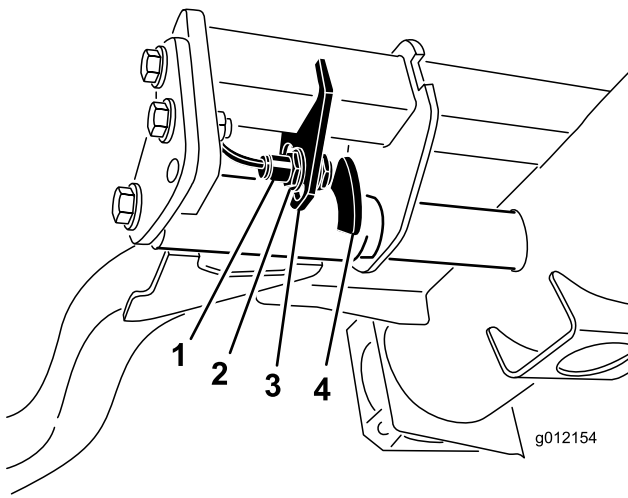

Bild 54
2. Der Hubarmschalter befindet sich unter dem Hydraulikbehälter hinter dem rechten vorderen Hubarm (Bild 54).
3. Lösen Sie die Befestigungsschrauben des Schalters (Bild 54) und schieben Sie den Schalter nach unten, um die Wendehöhe des Hubarms zu erhöhen, oder schieben Sie den Schalter nach oben, um die Wendehöhe des Hubarms zu verringern. Ziehen Sie die Befestigungsschrauben fest.